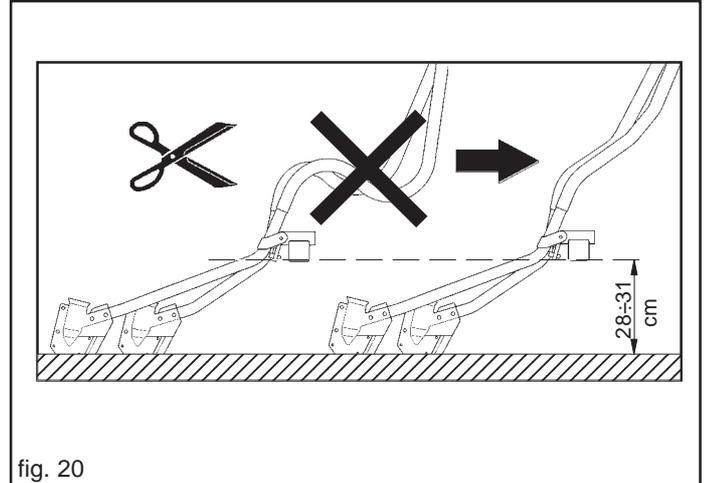

fig. 20
- 3) Die Samensenkrohre mit dem speziellen Ring an den Säscharrelementen (Abb. 19) anbringen und befestigen und deren Länge überprüfen: Bei der Arbeit muss vermieden werden, dass sich Schlaufen und Biegungen bilden, was zu Bruch führen kann. Eventuell durch Ändern der Länge wie auf Abbildung 20 dargestellt anpassen.